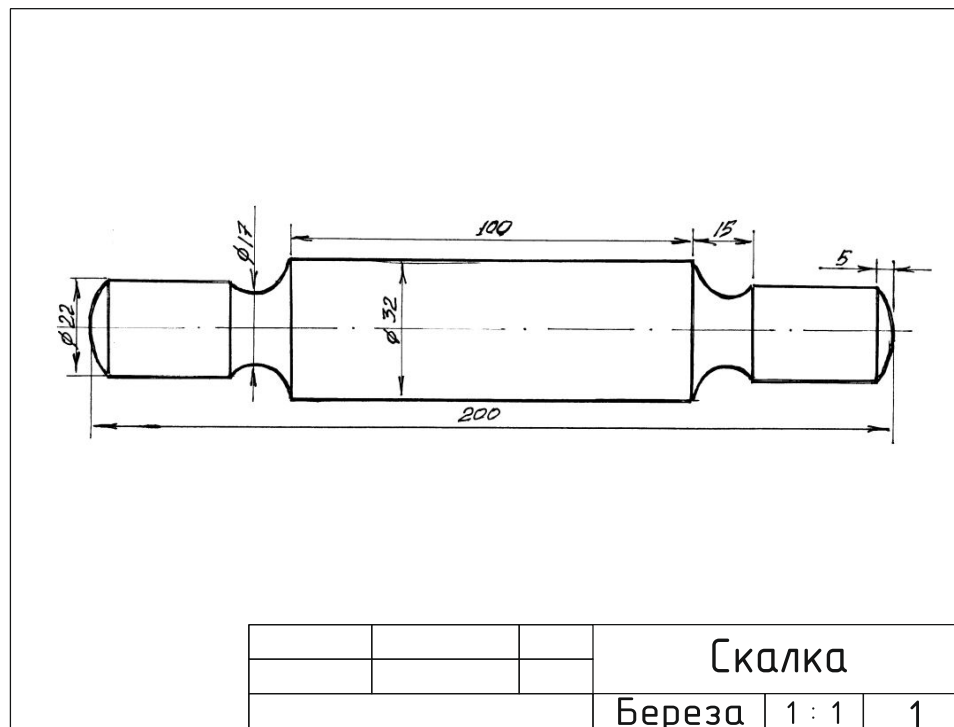

Рис. 1. Чертеж Скалка
2. По чертежу изготовить Скалку (рис. 1).